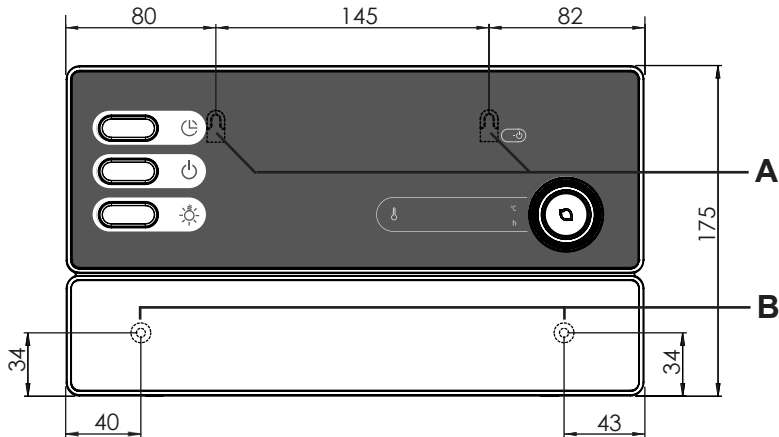

Fig. 1 Posizione del dispositivo di sospensione e dei fori di montaggio (misure in mm)
1. Avvitare due viti con intaglio a croce (16 mm) sulla parete della sauna a un'altezza di ca. 1,70 m e lasciandole fuoriuscire per una distanza max di 7 mm. Entrambe le viti devono essere posizionate a una distanza di 145 mm l'una dall'altra (vedi Fig. 1).
3. Con l'ausilio del dispositivo di sospensione A, agganciare il comando della sauna alle viti con intaglio a croce montate (vedi Fig. 1).
4. Avvitare 2 viti con intaglio a croce (16 mm) nei fori di fissaggio inferiori B (vedi Fig. 1).